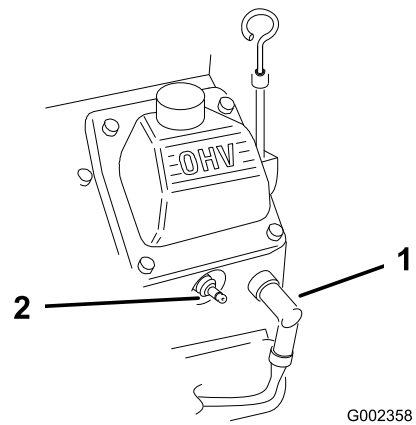

Bild 24
2. Klemmen Sie das Zündkabel von der Zündkerzen ab (Bild 24).